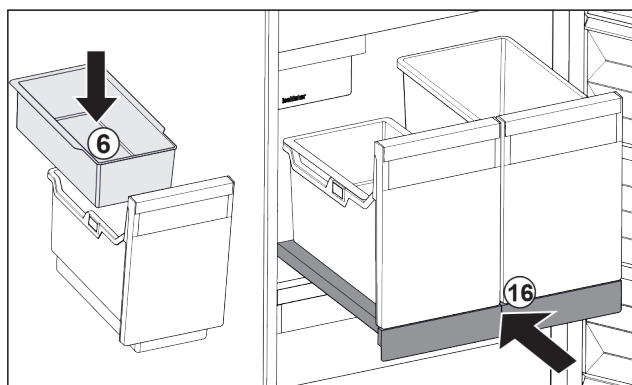

Fig. 107
- ▶ Vložte závesnú misku Fig. 107 (6) na kocky ľadu.
- ▶ Zasuňte vyťahovaciu poličku s nádobou (IceTower). Fig. 107 (16)